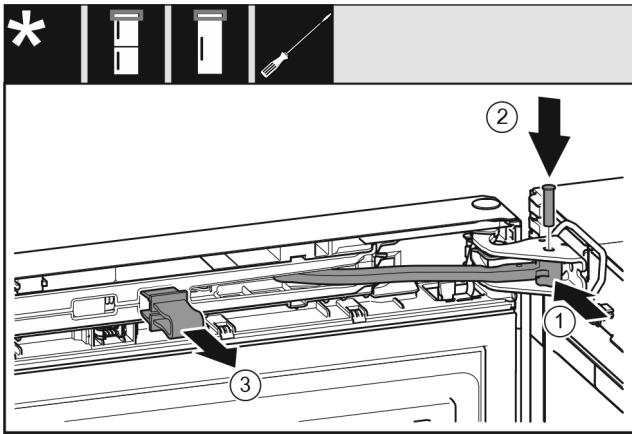

Fig. 24
- ▶ Scharnier in lagerbus draaien. Fig. 24 (1)
- ▶ Bout in de lagerbus en het scharnier aanbrengen. Opletten dat hierbij de vergrendelknok correct in de groef zit. Fig. 24 (2)
- ▶ Borging verwijderen. Fig. 24 (3)